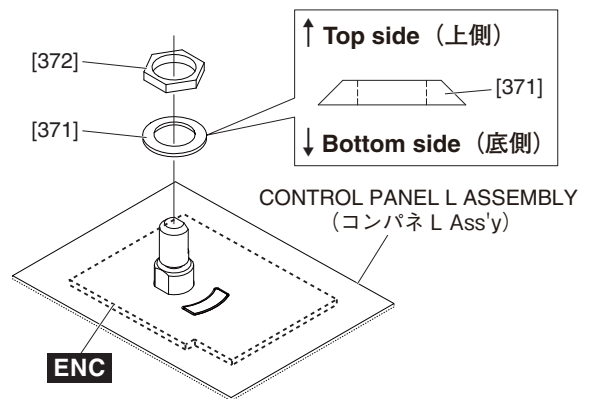

Fig. 13 (図13)
- B-5-4 Remove the nut marked [372] and the spring washer marked [371]. The ENC circuit board can then be removed. (Fig. 13)
* **When installing the ENC circuit board, refer to Fig.13 and take note of the direction of the spring washer marked [371].**
- B-5-4 [372] の管用ナット 1 個と [371] の皿バネ座金 1 個を外して、ENC シートを外します。(図 13)
※ ENC シートを取り付ける際は、図 13 を参照して [371] の皿バネ座金の向きに注意してください。